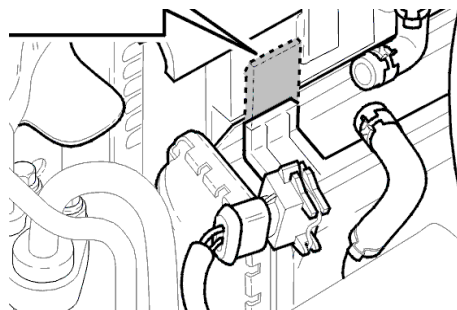

Fig. 6
- Découper la partie supérieure de l'ancien support (Fig. 6).